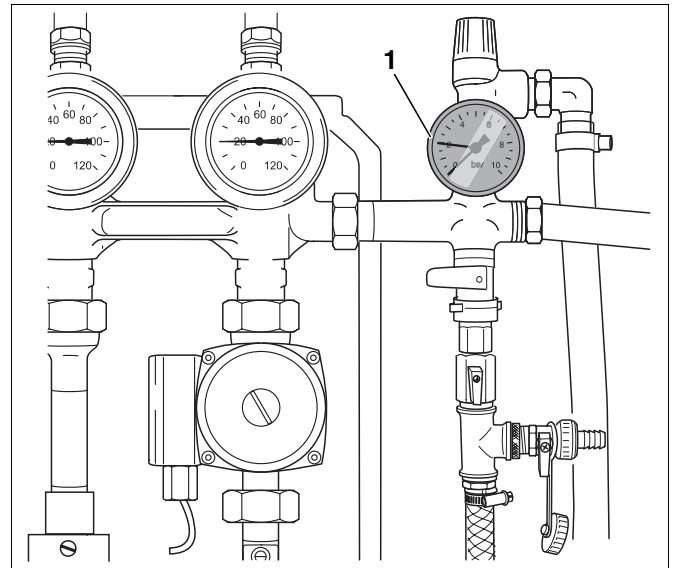

Abb. 18 Manometeranzeige prüfen
- ▶ Kontrollieren Sie während der Schaltvorgänge die Manometeranzeige (schwarzer Zeiger, Abb. 18, **Pos. 1**) an der Sicherheitsgruppe.
Zeigt der schwarze Zeiger des Manometers (Abb. 18, **Pos. 1**) beim Ein- und Ausschalten der Umwälzpumpe Druckschwankungen an, so ist die Solaranlage nicht luftfrei und muss weiter entlüftet werden.